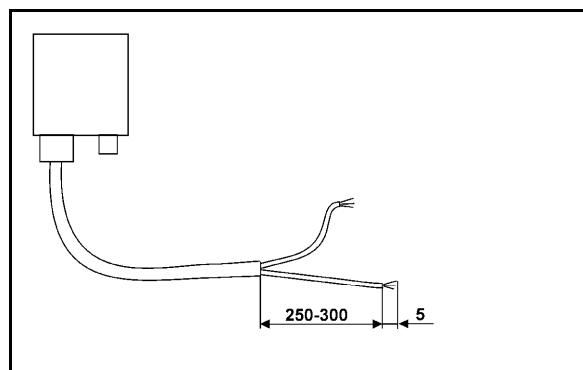

Fig. 3
Eksempel (fig. 3/6)
3. Stripp ca. 250 til 300 mm av kabelenden (Fig. 3)
- Hver av kabelendene (Fig. 3) avisoleres ca. 5 mm.